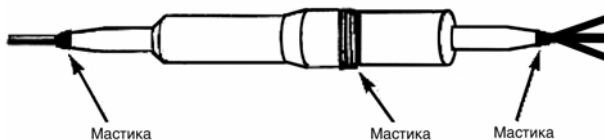

Рис. 9.15. Уплотнение пространства между кабелями в разветвительной муфте.
9.1.21. При монтаже разветвительной муфты со стороны разветвления надвинуть полумуфты на сросток, а затем каждый кабель обмотать одним витком мастики и сжать их вместе. Образовавшиеся канавки между кабелями заполнить также небольшими обрезками мастики. Наложить один общий виток мастики вокруг всей группы кабелей (рис. 9.15.).